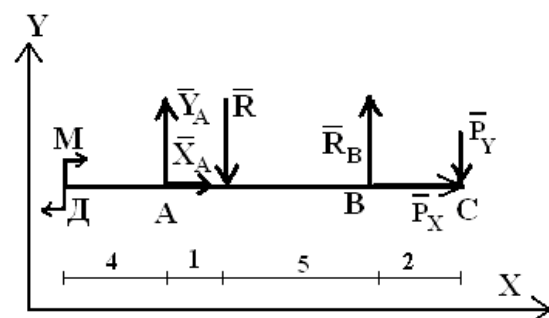

Рис. 7. Расчетная схема
4. Теперь балка свободна и находится в равновесии под действием произвольной плоской системы сил X_A , Y_A , R , R_B , P_x , P_y и пары с моментом M (рис. 7). Неизвестными являются три силы X_A , Y_A , R_B , и три независимых уравнения равновесия можно составить. Следовательно, задача является статически определимой.